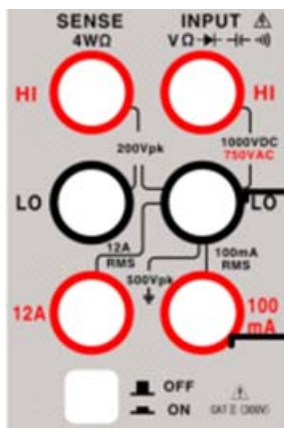
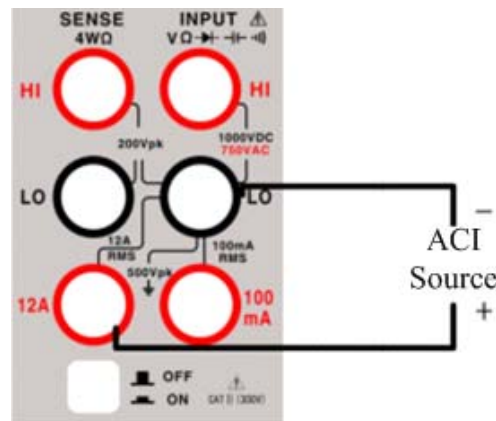

图 2.2.5 低电流测量端子接法
图 2.2.6 大电流测量端子接法
2、根据测量档位的不同，选择不同的测量端子。200mA 及以下电流按图 2.2.5 所示，将红色和黑色测试引线连接到各自的输入端子。200mA 以上 10A 以下电流按图 2.2.6 所示，将红色和黑色测试引线连接到各自的输入端子。